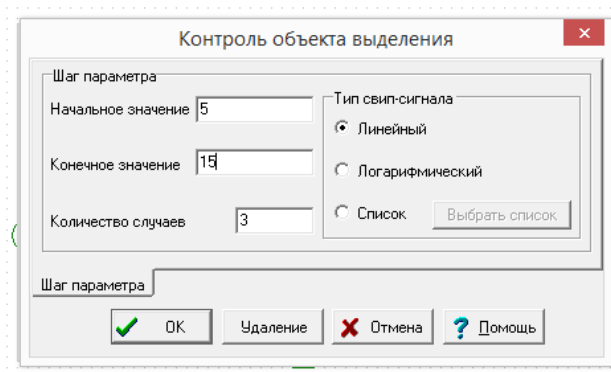

Рисунок 4.9 – Окно настройки многовариантного задания
3. Для снятия входных характеристик транзистора при различных значениях $U_{кэ}$ воспользуйтесь командой *Выбор объекта управления* и выделите *VS2 – Выбрать* – и установите параметры *Начальное значение* = 5, *Конечное значение* = 15, *Количество случаев* = 3 (рисунок 4.9).